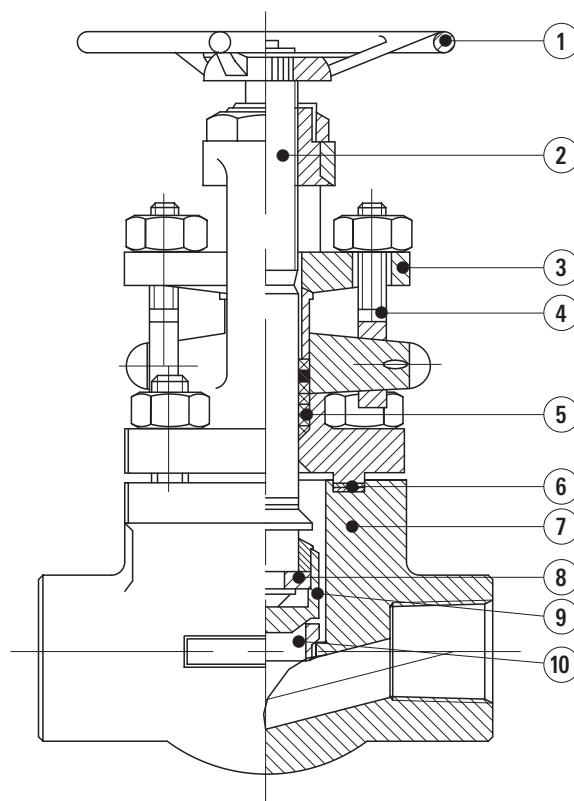

Рис. 9
**Дренажный клапан (см. Рис. 9)**